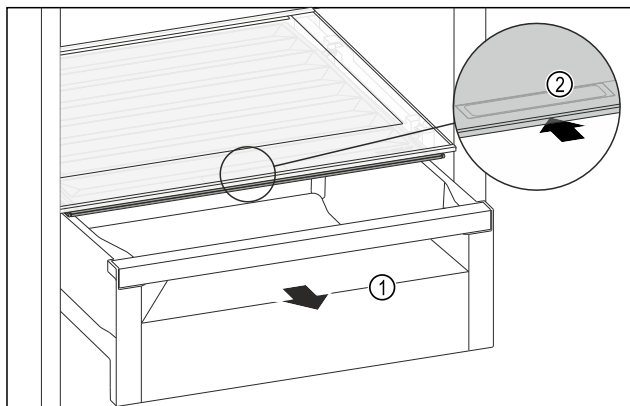

Fig. 146
- ▶ Izvelciet atvilktni Fig. 146 (1).
- ▶ Satveriet nodalījuma vāka roktura padziļinājumu Fig. 146 (2) un vienlaikus pabīdiet nodalījuma vāku uz aizmuguri.